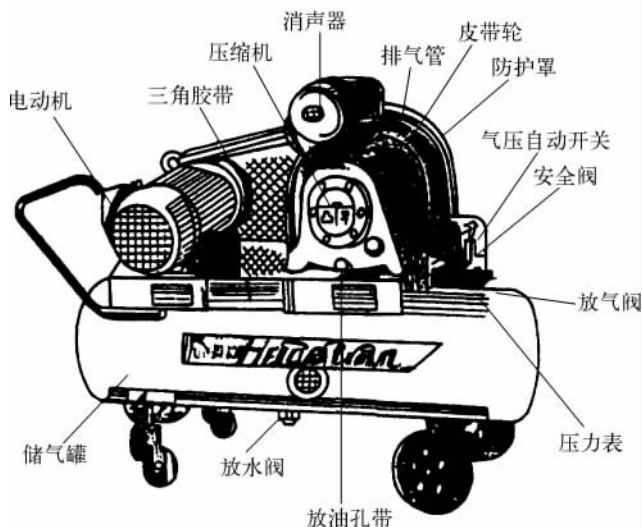

图 3-33 可移动的活塞式空气压缩机
(1) 活塞式空气压缩机 这种类型的压缩机既可用于固定机座的场合，也可用于可移动的机型，如图 3-33 所示。活塞式空气压缩机的原理就像汽车发动机一样，它是通过往复式活塞的运动来增压的。空气通过进气阀进入空气压缩机，然后被压缩，通过排气阀送往储气罐或压缩空气管道。一般单冲程压缩机的压力范围不超过 700 kPa，双冲程压缩机的压力范围为 700~1 400 kPa。
① 活塞式空气压缩机的正确使用